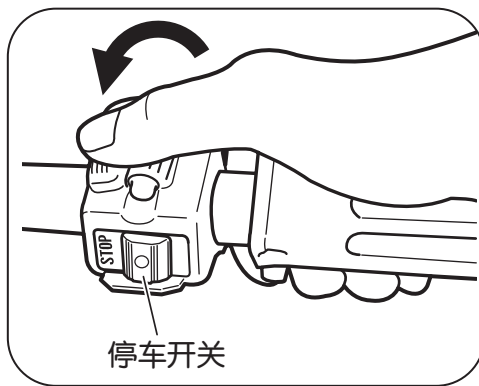

图 26
- 2、将停车开关按钮推至停机（STOP）位置，发动机即停止运转（图26）。